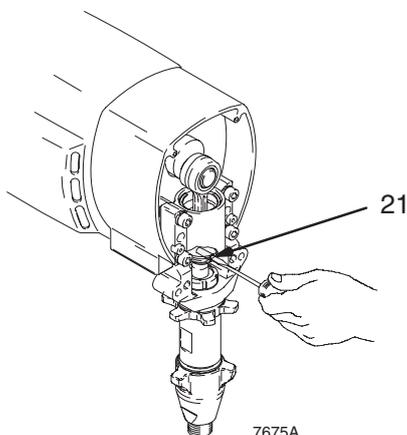

Fig. 24
2. Fig. 24. Introduzca el pasador (21) en los orificios.